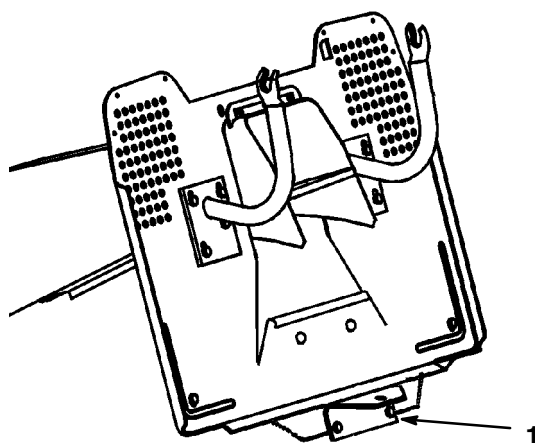

Abbildung 16
2. Die Zusatzvorrichtung am Zughaken hinten unten am Traktor anbringen (Abb. 16).